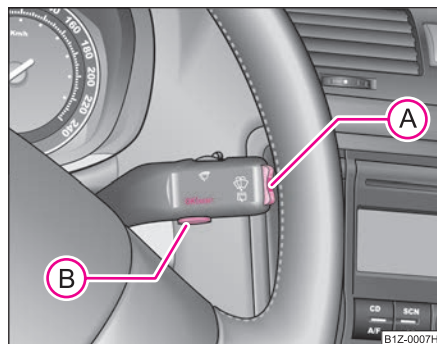

Fig. 9 Indicatorul multifuncțional:
- Apăsati tasta **(B)** → fig. 9 - pe display apare **Speed warning 50 km/h (Avertizare la 50 km/h)**.